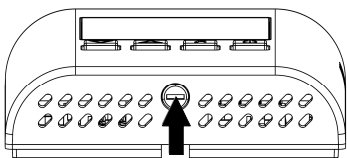

Fig. 4
- 2 Spingere, con l'aiuto di un cacciavite, la linguetta plastica situata nella feritoia in basso fino a sollevare leggermente la calotta (Fig. 4).